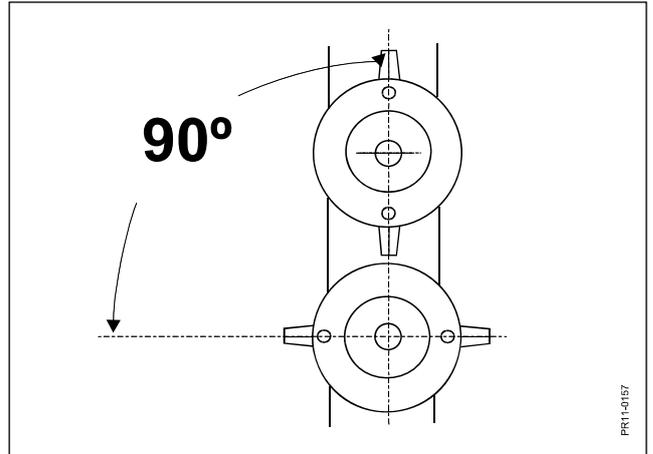

Fig. 5-14
- Fig. 5-14** Wenn Scheiben demontiert gewesen sind, müssen sie wieder um 90° versetzt montiert werden.